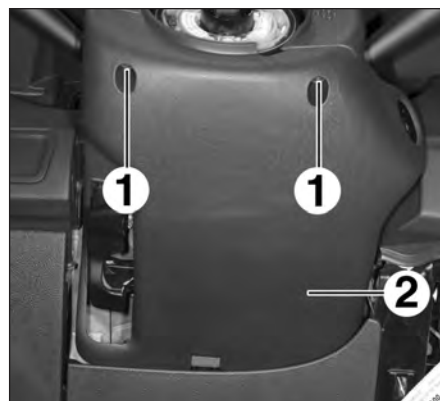

FIG.3
- les vis (1) de la garniture inférieure (2) de la colonne de direction (Fig.3),
- la garniture inférieure (2) de colonne de direction.